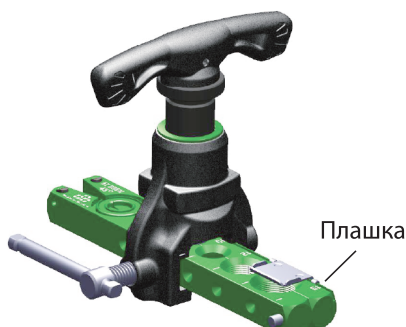

Рис. 5
5. Соедините плашку с развальцовкой (рис.5)